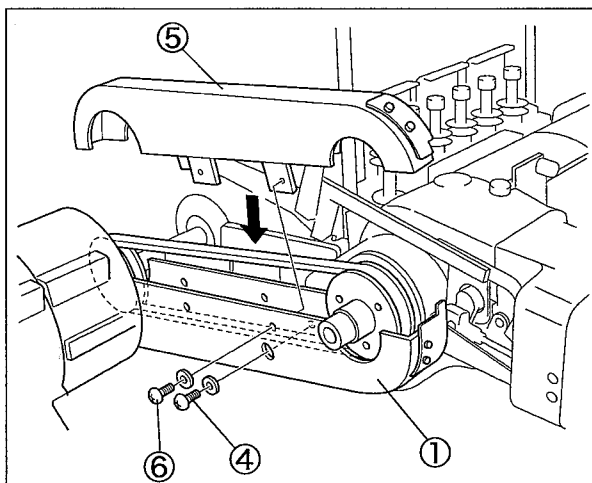

図1-8
- (2) ベルトカバー(下)①をマシン取付台に止ネジ④で固定する。(図1-8)
- (3) ベルトカバー(上)⑤をベルトカバー(下)①に止ネジ⑥⑦4個で取り付ける。(図1-8, 1-9)